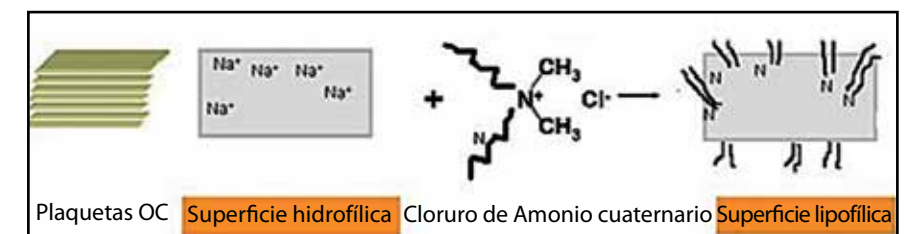

Figura 6. Cambio de los sitios de cationes en la superficie de la plaqueta
los modificadores de reología inorgánica más utilizados para pinturas a base de solventes. La organoarcilla de bentonita es más versátil, mientras que la hectorita se prefiere más específicamente para su uso en sistemas polares. Las organoarcillas muestran excelentes desempeños en el control de la resistencia a la sedimentación en los recubrimientos, al tiempo que mantienen el flujo y la nivelación, especialmente en recubrimientos industriales, de protección y automotrices. El sitio de catión de sodio (Figura 6), como está presente en las plaquetas de arcilla natural, se reemplaza con amina cuaternaria. Después de una purificación adicional, se forma arcilla organofílica (OC) y esto es aplicable en sistemas basados en solventes. Las organoclays formadas permiten la aplicación de la arcilla en una amplia gama de recubrimientos a base de solventes orgánicos.